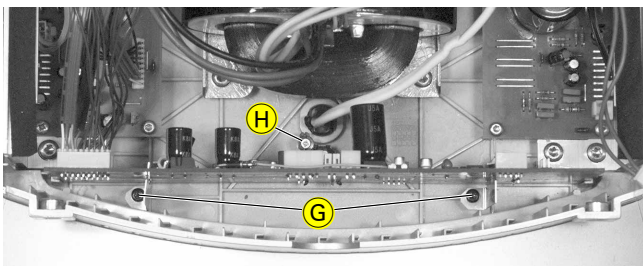

Fig. 6
- 2 Schrauben (G) (Fig. 6) und Schraube (H) (Fig. 6) herauserschrauben.
- Undo 2 screws (G) (Fig. 6) and screw (H) (Fig. 6).